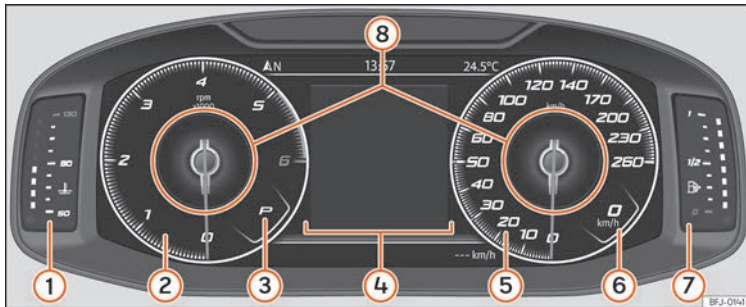

Abb. 75 SEAT Digital Cockpit in der Schatttafel (klassische Ansicht).
Die in der *Klassischen Ansicht* und in der Ansicht *Halbkreisförmige Instrumente* angezeigten Informationen können in den **Informationsprofilen** » **Abb. 75** ⑧ personalisiert werden.
Die Zeiger der Umdrehungen pro Minute und der Geschwindigkeitsmesser werden über die gesamte Länge angezeigt »» **Abb. 75**.